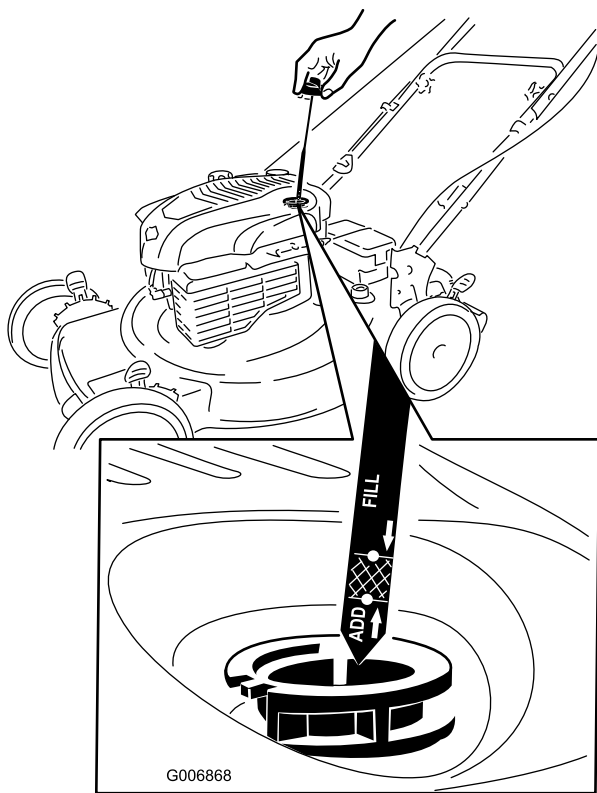

Bild 26
2. Ziehen Sie den Peilstab heraus (Bild 26).
4. Füllen Sie das Öl **langsam** in den Einfüllstutzen ein, um den Ölstand auf die Marke **Voll** am Peilstab anzuheben. **Bild 26 Füllen Sie nicht zu viel ein.** (Max. Füllstand: 0,59 l des Typs: Waschaktives SAE 30-Öl mit der Klassifizierung SF, SG, SH, SJ, SL oder höher durch das American Petroleum Institute (API).)